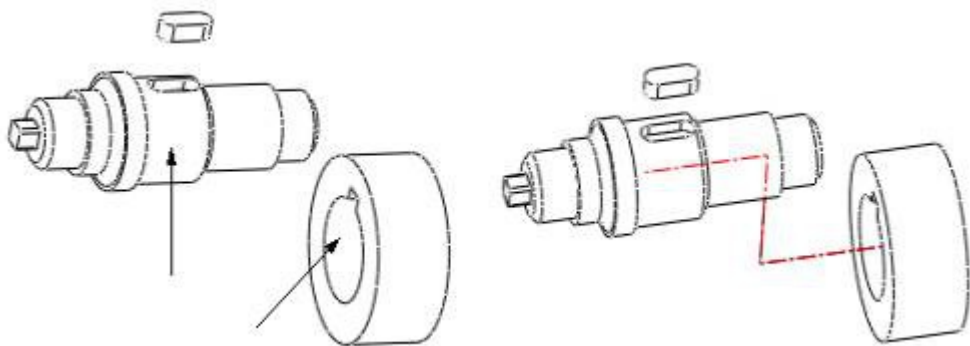

图 15-14 建立轴表面与孔表面之间的偏距线
- (1) 单击菜单【视图】→【分解】→【偏距线】→【创建】→【轴】选项。
- (2) 分别选择图 15-14 中箭头指示的轴表面及孔表面，在两零件之间产生一条偏距线。